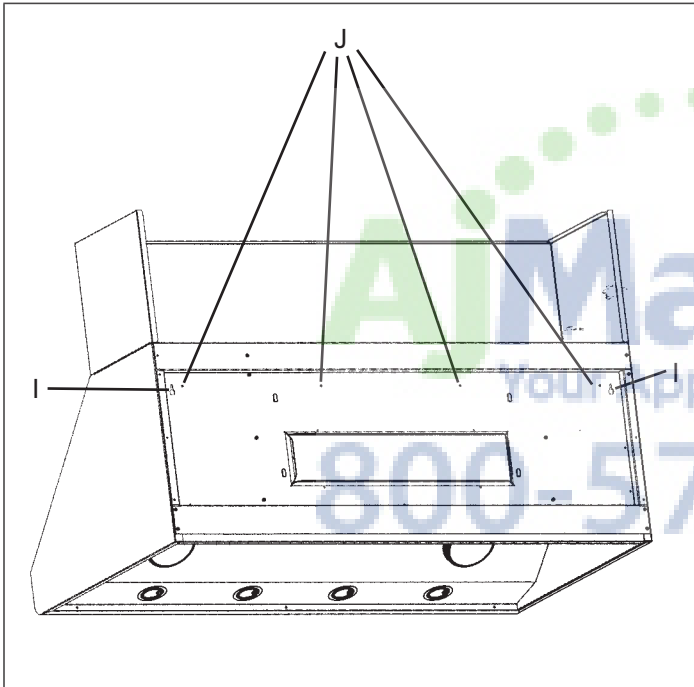

Figura 12: Ubicación de las muescas en forma de ojo de cerradura
16. A partir del interior de la campana, fije tornillos de 5/8 pulg. (16 mm) en el soporte de madera, a través de los agujeros identificados por la letra "J" en la Figura 12.